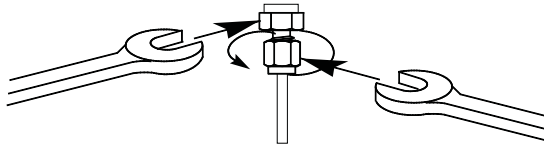

Abbildung 56. Endgültiges Anziehen
- 8 Verwenden Sie für 1/8-Zoll-Swagelok-Armaturen zwei 7/16-Zoll-Gabelschlüssel, um die Armatur mit einer 3/4-Drehung anzuziehen. Siehe **Abbildung 56**.
Verwenden Sie für 1/4-Zoll-Armaturen zwei 9/16-Zoll-Gabelschlüssel, um sie mit einer 1-1/4-Drehung anzuziehen (siehe **Abbildung 56**).